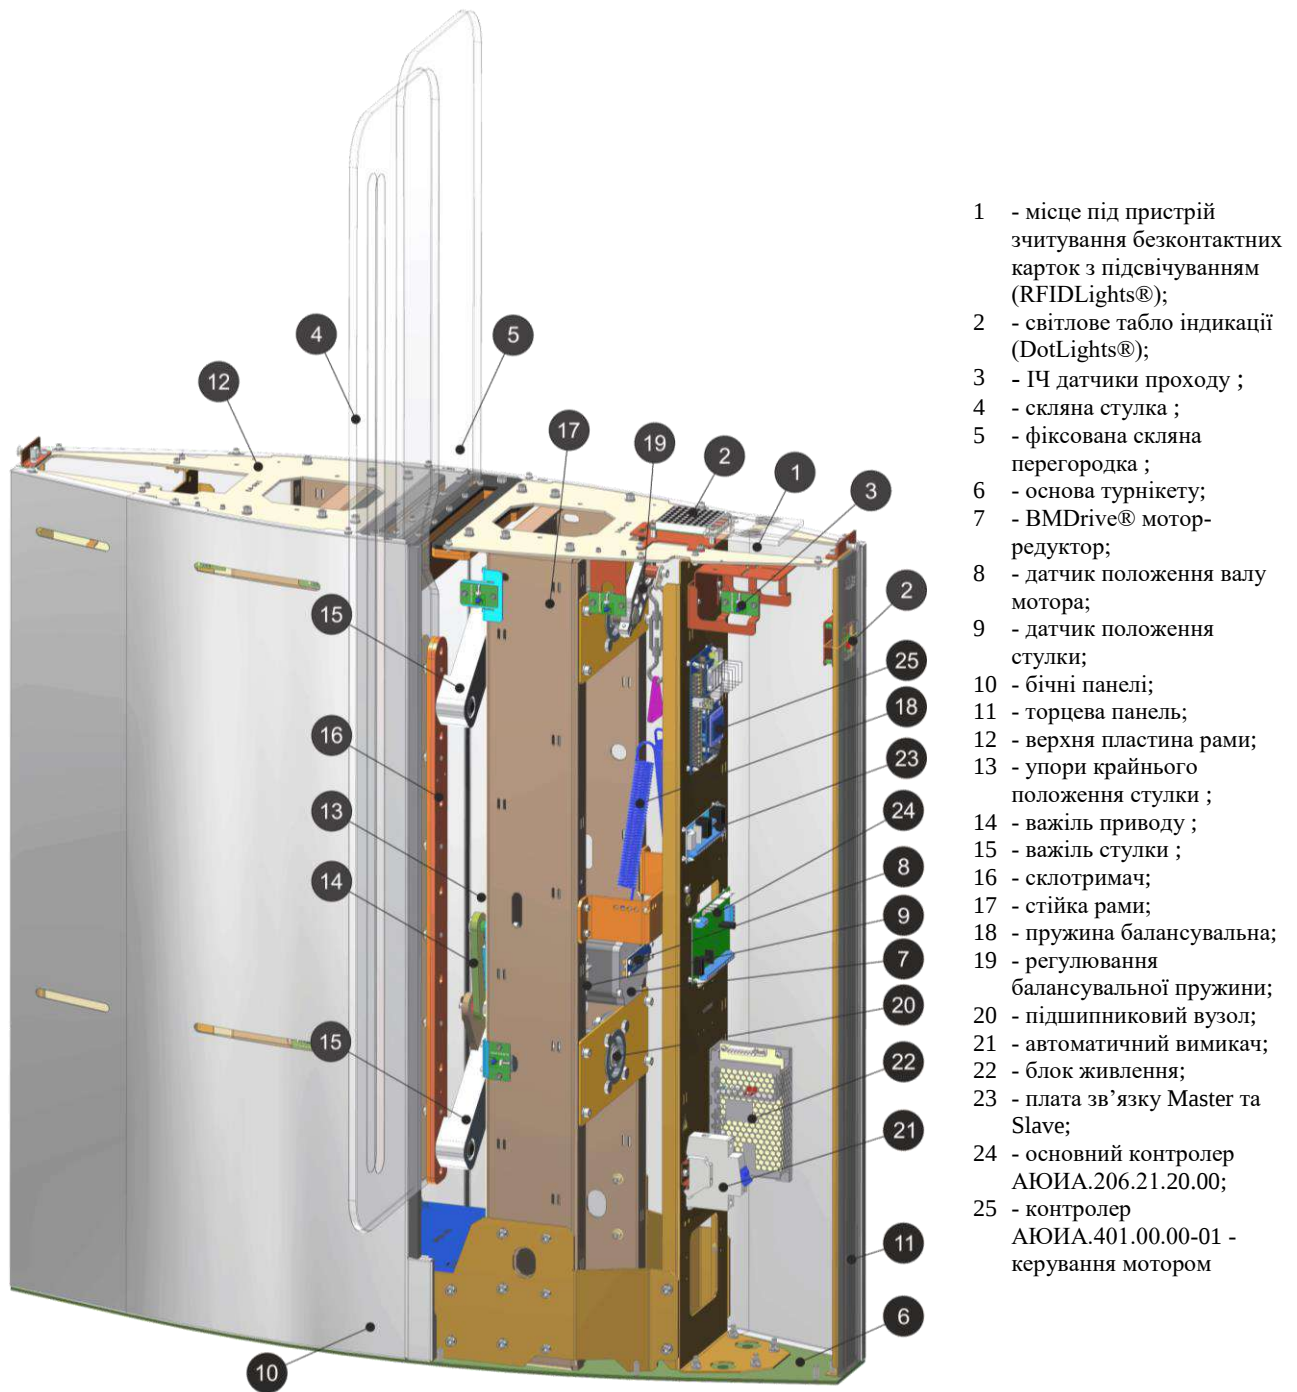

Рис.5 – Загальний вигляд та конструкція робочого механізму та панелі керування турнікету «JetPan-BM» (тумба Master)
Контролери АЮІА.401.00.00-01 (25) керують двигунами турнікету (див. рис.5), аналізуючи сигнали від датчиків швидкості та положення, забезпечують захист двигунів від перевантажень. Контролери АЮІА.206.21.20.00 (24) аналізують інфрачервоні датчики, отримують команди керування від зовнішніх пристроїв (пульт керування, СКУД і т.д.), керують індикацією та формують сигнали зворотного зв'язку для СКУД. (Детальніше опис контролера турнікета викладено у розділі 1.5).